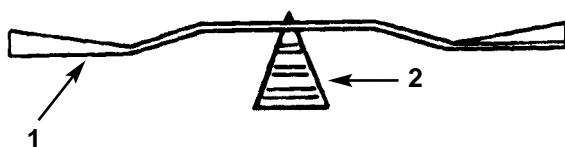

Figure 38
2. Contrôler l'équilibrage de la lame en la posant sur un équilibreur de lame (Fig. 38). La lame est équilibrée si elle reste horizontale, et peut donc être utilisée. Limer l'arrière de la lame si elle n'est pas équilibrée. Répéter la procédure jusqu'à ce que la lame soit équilibrée.